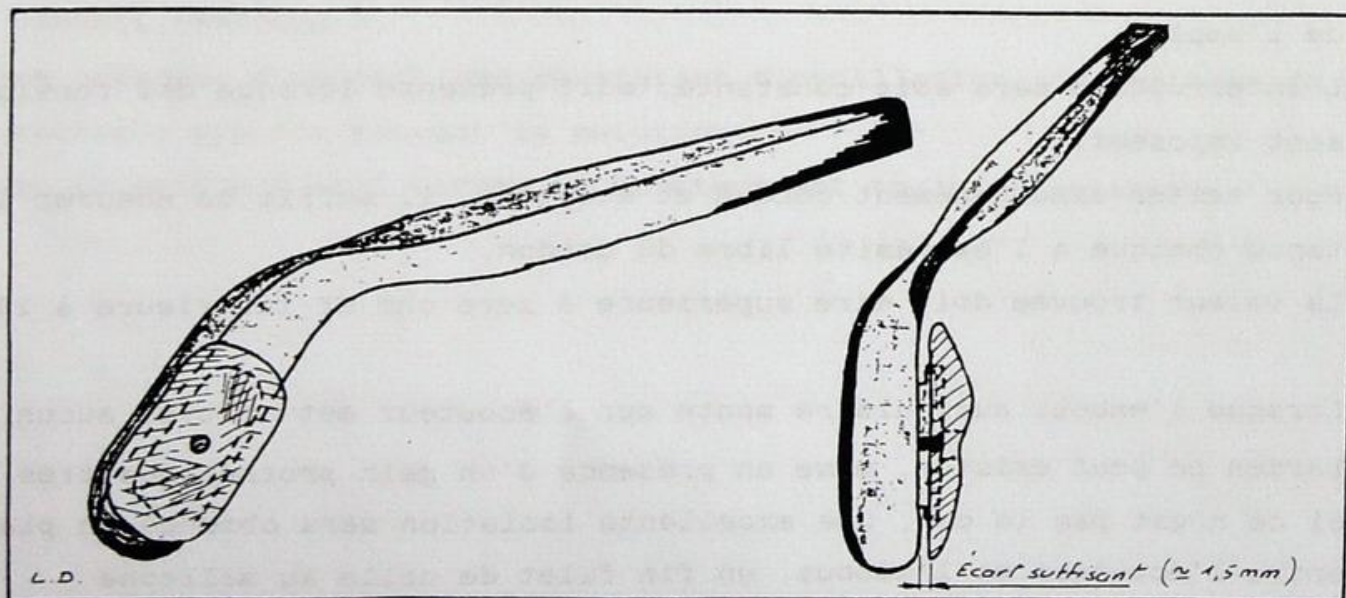

fig. III.5. Lunettes C.O. avec PLAQUETTE ANATOMIQUE.
- pour améliorer le contact du vibreur sur la mastoïde, il est parfois nécessaire d'ajouter un PLAQUETTE ANATOMIQUE réalisée à partir d'une empreinte et posée suivant le schéma de la fig. III.5.